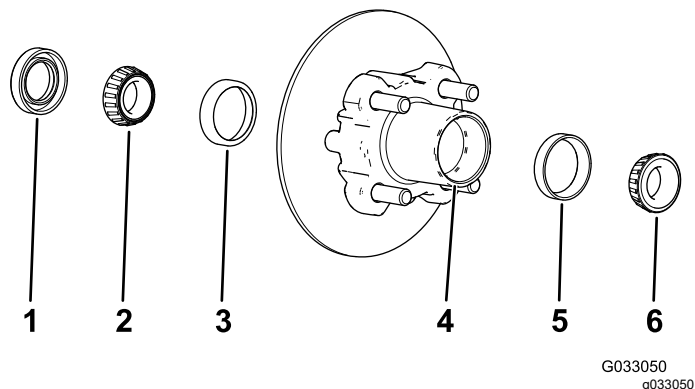

Рисунок 35
1. Снимите наружный подшипник и кольцо подшипника со ступицы (Рисунок 35).
2. Снимите уплотнение и внутренний подшипник со ступицы (Рисунок 35).
5. Очистите полость ступицы от всей консистентной смазки, грязи и мусора (Рисунок 35).
7. Заполните полость ступицы на 50–80% консистентной смазкой указанного типа (Рисунок 35).
8. Установите внутренний подшипник на кольцо с внутренней стороны ступицы и установите уплотнение (Рисунок 35).